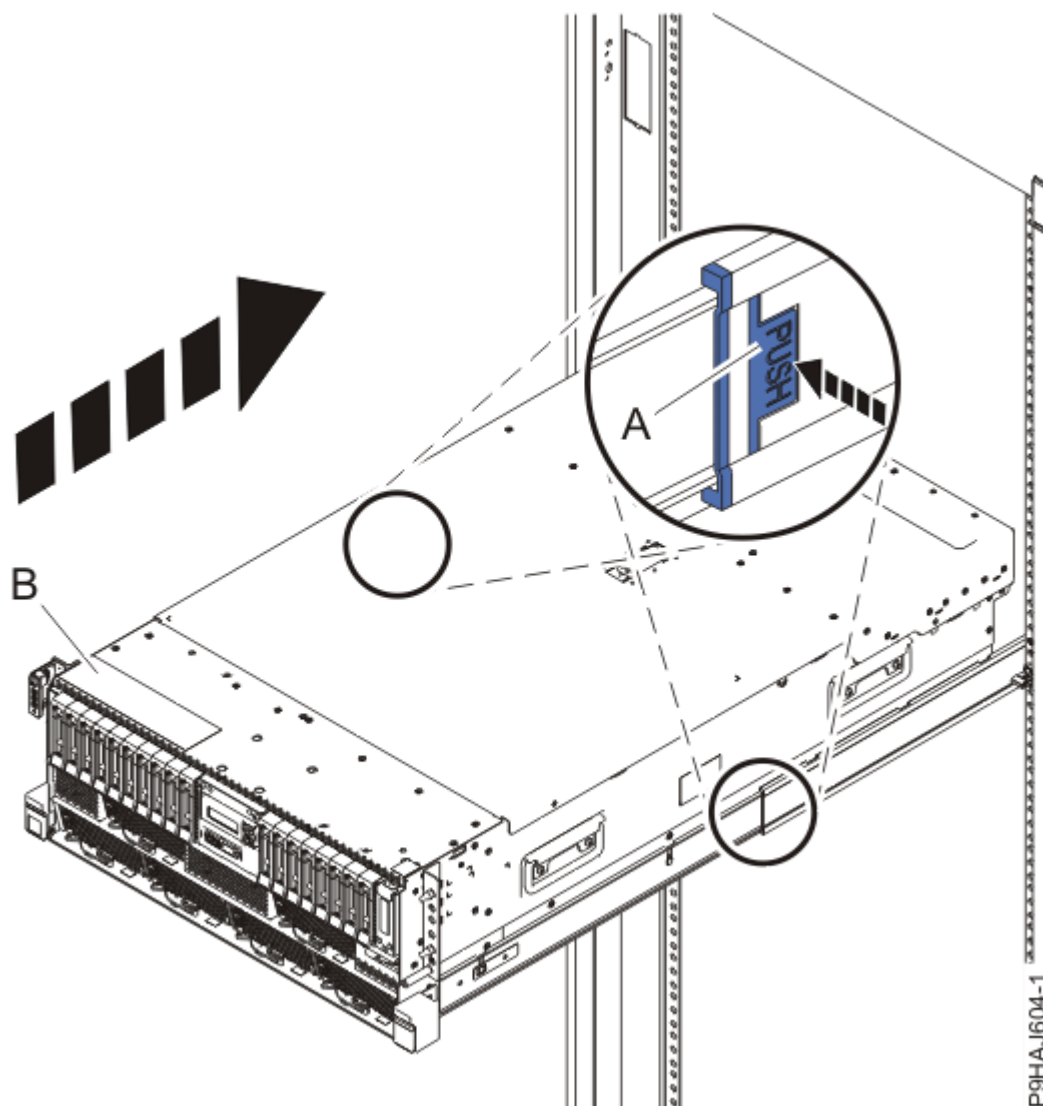

Figura 22. Colocación del sistema en la posición operativa
3. Para un sistema montado en bastidor, desbloquee los pestillos de seguridad de color azul de los rieles **(A)**, tal como se muestra en la Figura 22 en la página 24 presionándolos hacia dentro.